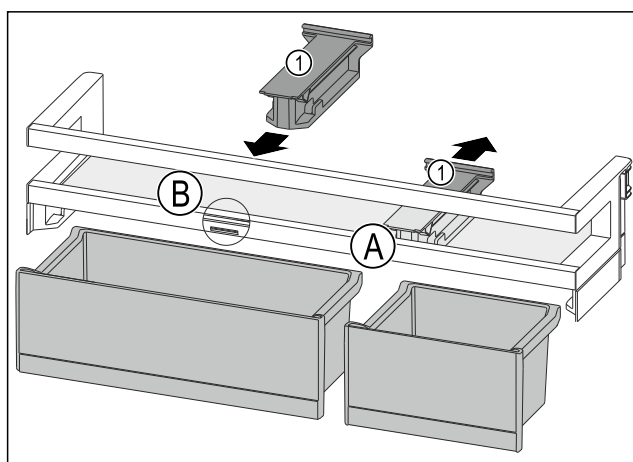

Fig. 114
- Držák Fig. 114 (1) v poloze Fig. 114 (A) stáhněte dozadu.
- Držák Fig. 114 (1) vložte v poloze Fig. 114 (B).